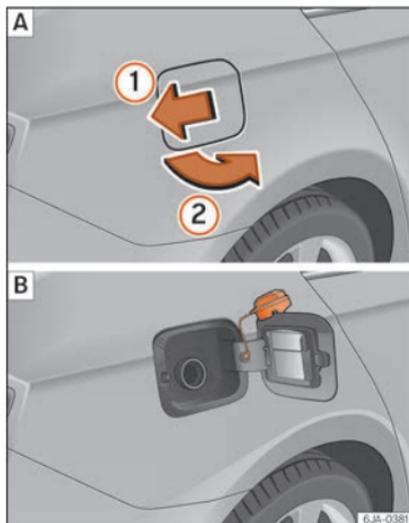

Fig. 49 Parte trasera del vehículo, lado derecho: tapa del depósito/tapa del depósito con el tapón desenroscado.
- Presione sobre la tapa del depósito en el sentido de la flecha ① »» fig. 49 A y abra la tapa en el sentido de la flecha ②.
- Sujételo en la parte superior de la tapa del depósito »» fig. 49 B.